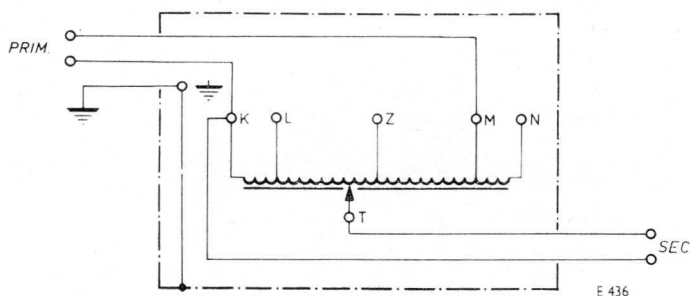

Abb. 6
- Zuleitungen gemäß nachstehendem Schema (Abb. 6) anschließen (löten oder schrauben).
Das in Abb. 6 angegebene Schema gilt, wenn der Transformator: